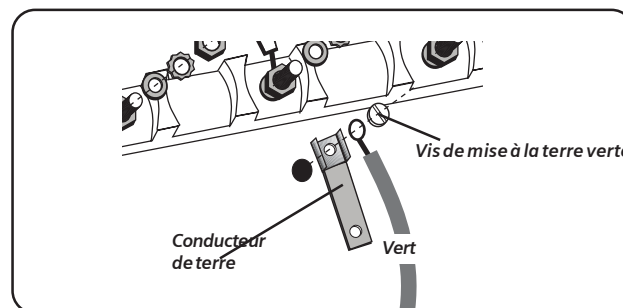

Figure 9
5. Enlever le conducteur de terre de la tige centrale, tourner afin que l'extrémité large soit en haut et attacher l'extrémité large à la cuisinière par le trou en dessous de la boîte de jonction. Attacher le fil vert sur le dessus du conducteur de terre. Serrer la vis (voir figure 9).